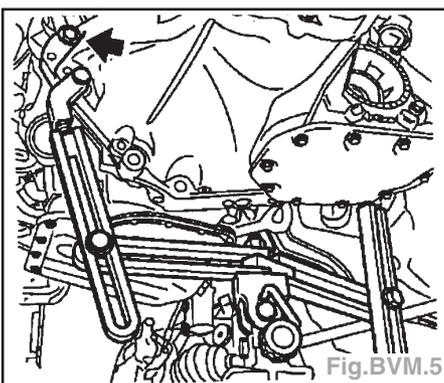

Fig.BVM.5
- Mettre en place sur un cric l'outil MKM-886 (Fig.BVM.5).